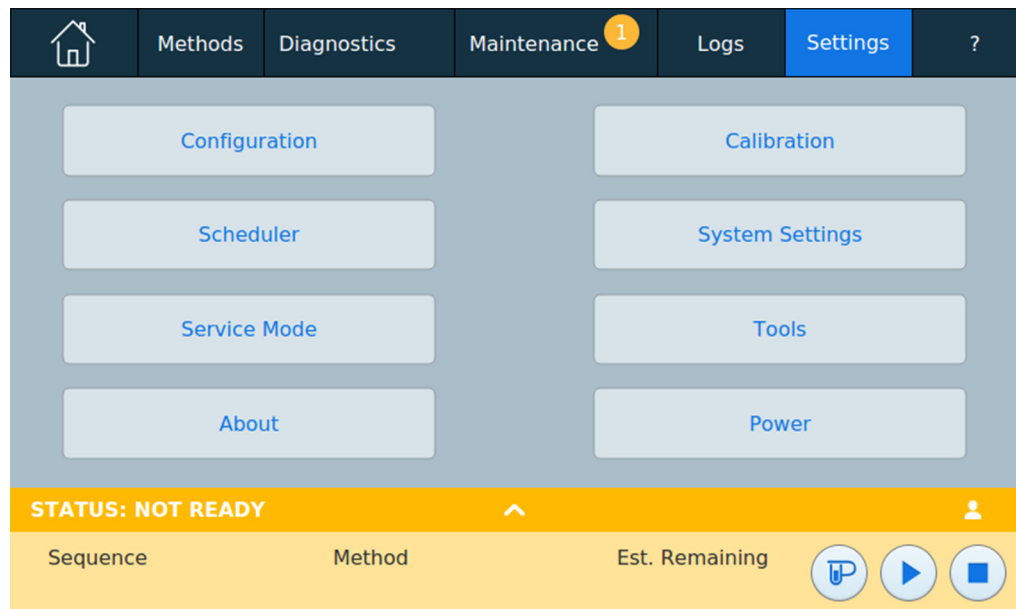

Figure 62 Vue Paramètres
- 1 Appuyez sur Paramètres sur le ruban de commande de l'écran tactile. La vue Paramètres apparaît. Voir Figure 62.